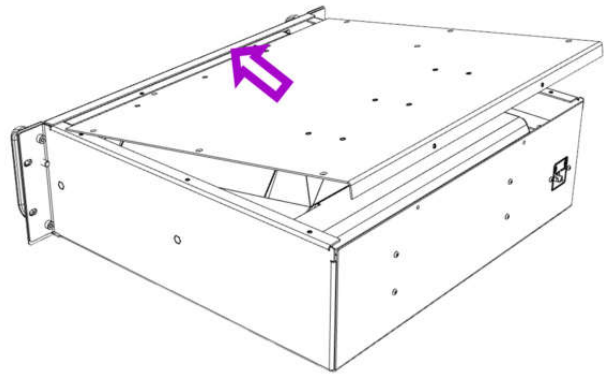

Abb. 22
3. Oberen Gehäusedeckel vollständig in Richtung Gehäusefront schieben (Abb. 22). Der Deckel liegt nun auf den hinteren Spiegelecken auf.